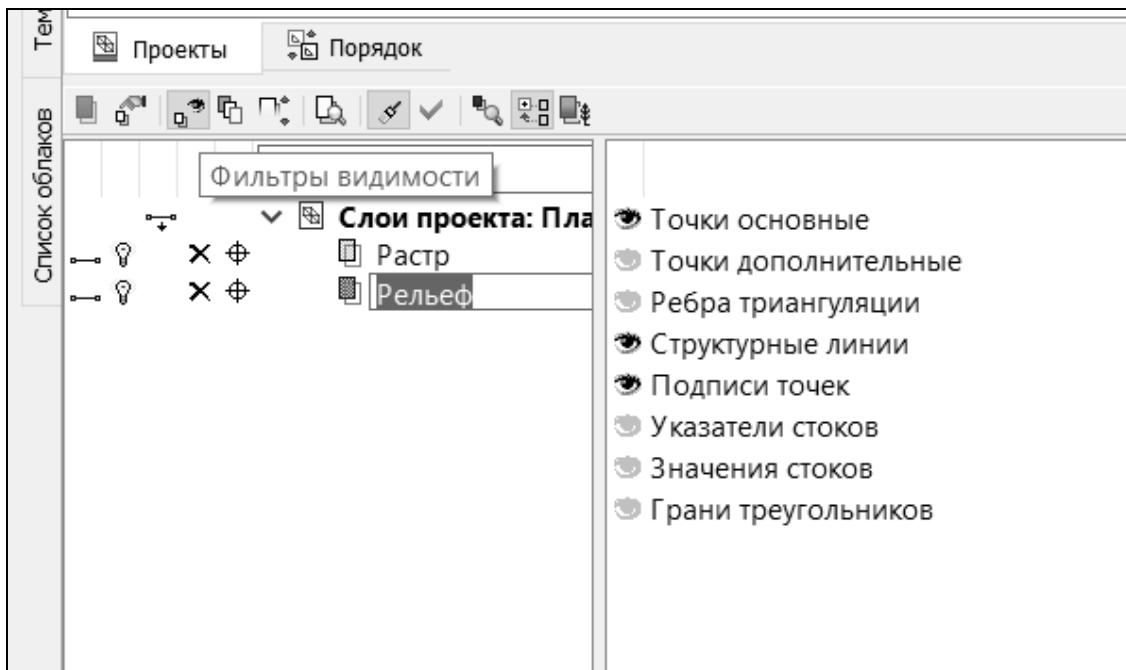

Рис. 2.7. Фильтры видимости
4. Отключите видимость дополнительных точек и ребер триангуляции. Для этого укажите слой **Рельеф** и на локальной панели укажите ФИЛЬТРЫ ВИДИМОСТИ. В открывшемся окне отключите видимость ТОЧКИ ДОПОЛНИТЕЛЬНЫЕ И РЕБРА ТРИАНГУЛЯЦИИ (рис. 2.7).